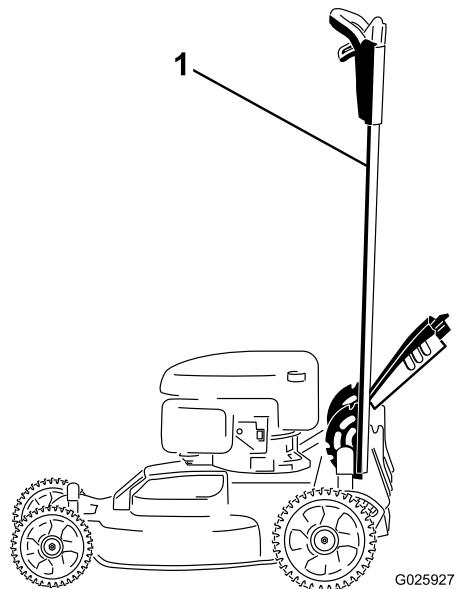

Figura 40
1. Bloccate la maniglia in posizione verticale (Figura 40); vedere Regolazione dell'altezza della maniglia \(pagina 11\).